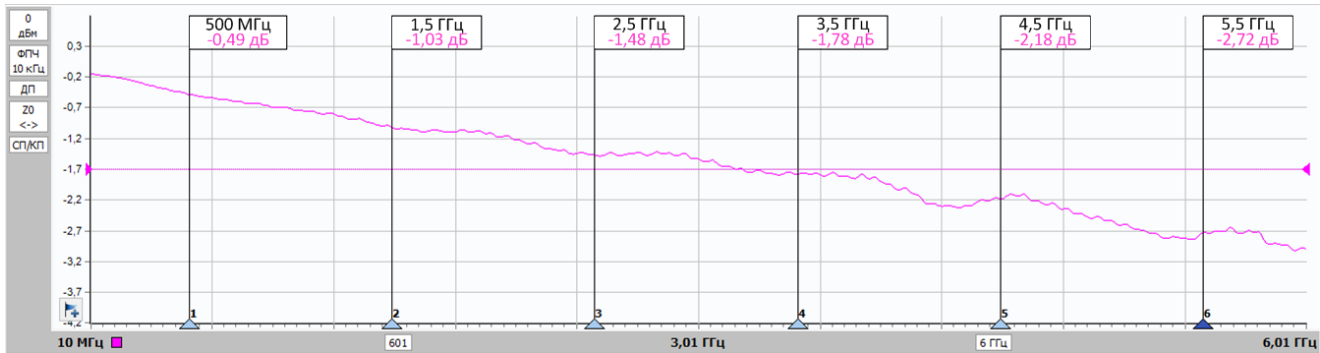

Рис. 23. Результаты измерения затухания в кабельной сборке с импедансом 75 Ом.
13. При правильно подобранном значении задержки для смещения плоскости калибровки график зависимости коэффициента затухания от частоты преобразуется из гармонического вида в негармоническую кривую. Результат измерения изображен на рис. 23.